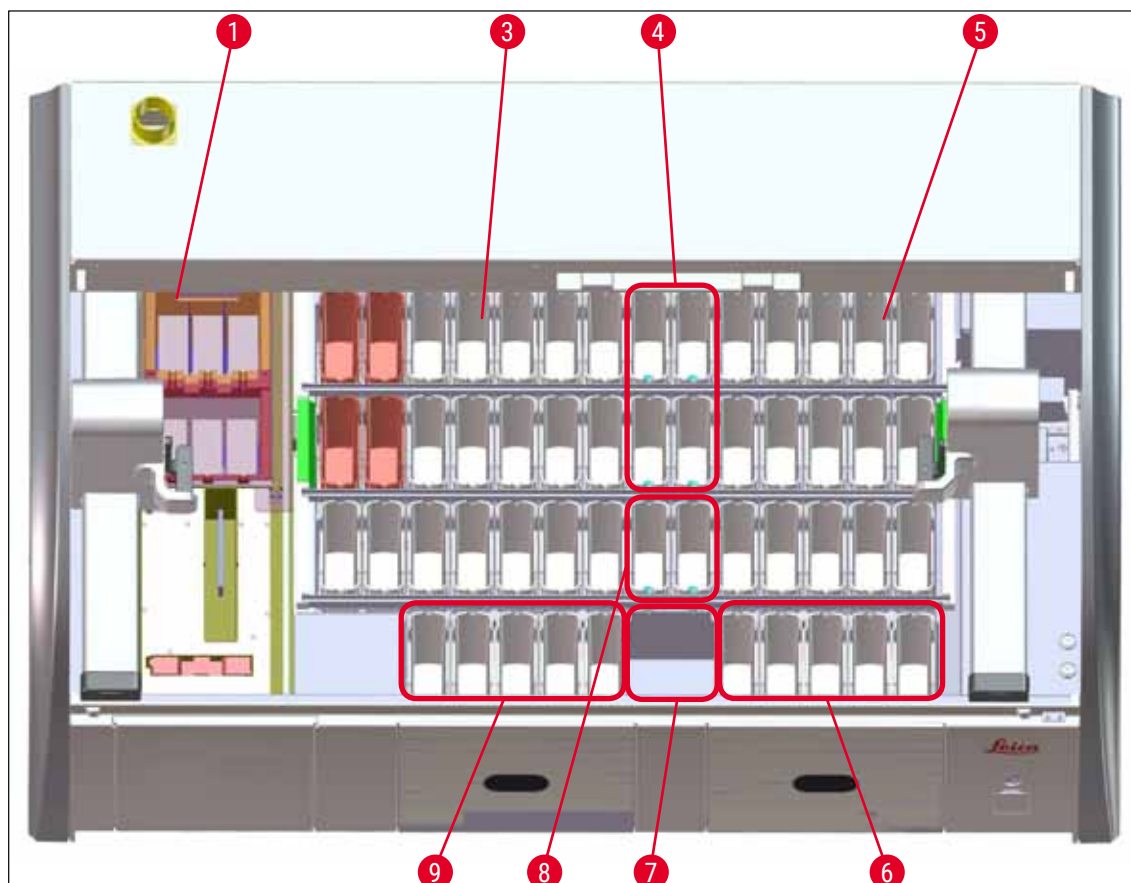

Abb. 64
- Duplizierte Stationen müssen sich auf derselben Seite des Küvettenfeldes (→ "Abb. 39") (→ "Abb. 64") befinden, sonst lässt sich die Anpassung der Badbelegung nicht speichern.
- (→ "Abb. 64") zeigt einen Überblick über die verschiedenen Stationen im Küvettenfeld.